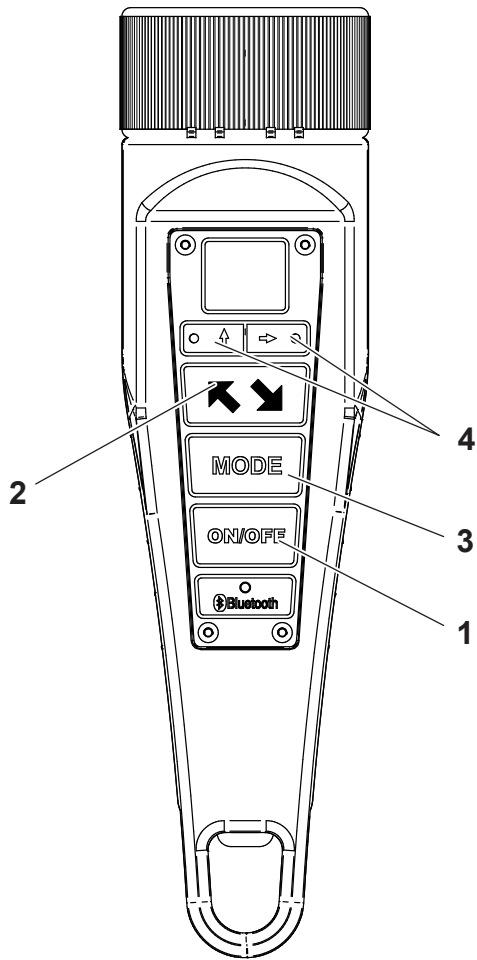

Fig. 9
3.3.2 Uso lampada con provagiochi disinserito (Fig.9)
(Fig. 9).
3.3.2 Using the light with the clearance test plate off (Fig.9)
(Fig.9)
(Zu Abb. 9)
3.3.2 Utilisation lampe avec plaque à jeux désactivée (Réf.Fig.9)
(Fig. 9)